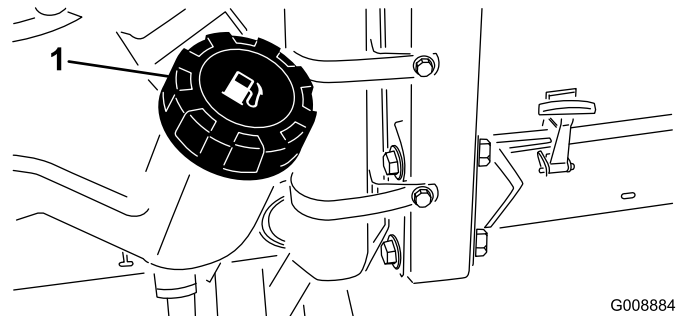

Figura 24
1. Limpie la zona alrededor del tapón del depósito de combustible (Figura 24).